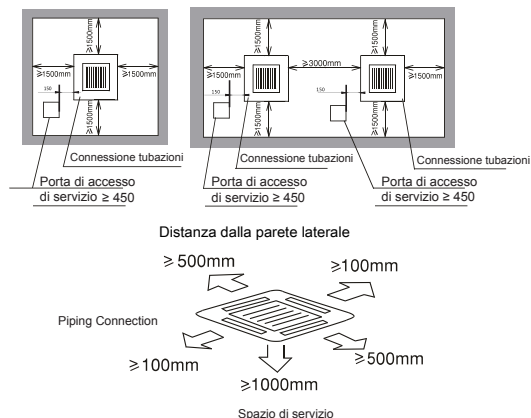

Fig. 4.1 Spazio attorno all'unità interna
- Installare l'unità interna in uno spazio tale da facilitare il funzionamento e la manutenzione, come mostrato in Fig. 4.1.